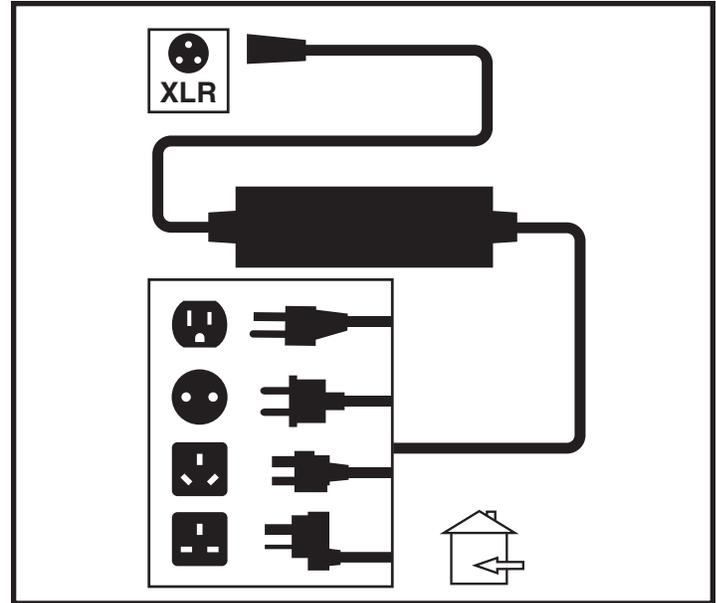

Figura 14. Batteria in carica
3. Collegare il caricabatterie esterno con la presa per caricabatterie esterno/programmazione sulla centralina. **Vedere figura 14.**